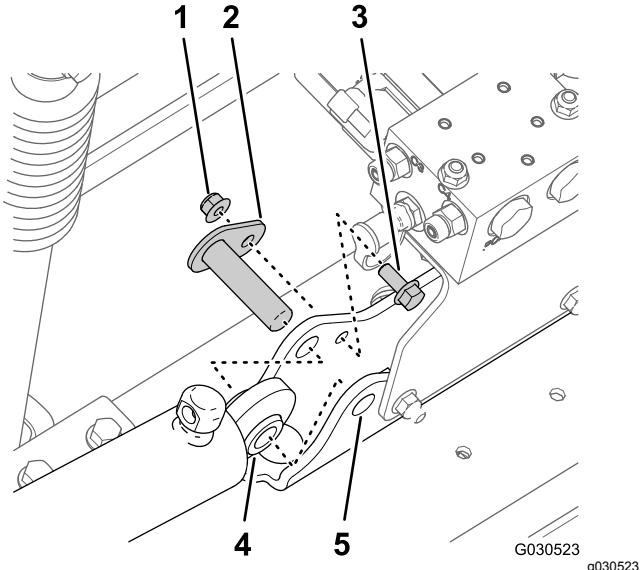

Figura 73
- Retire la contratuerca con arandela prensada (5/16") y el perno con arandela prensada (5/16" x 3/4") que sujetan el pasador de giro al bastidor del cilindro (Figura 73).
- Retire el pasador de giro y el cilindro de elevación de la máquina (Figura 73).